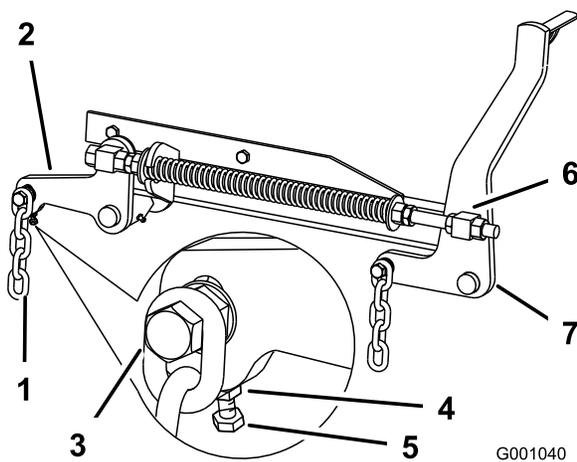

Bild 77
7. Wenn die Werte an den Stellen **B** oder **C** falsch sind, lösen Sie die Schraube, mit der die hintere Kette am hinteren Stützarm befestigt ist (Bild 77).
8. Lösen Sie die Klemmutter unter dem hinteren Stützarm und stellen Sie die Einstellschraube so ein, dass Sie einen Wert von 79 bis 83 mm erhalten (Bild 77).
7. Lösen Sie die Klemmutter der vorderen Drehzapfen, vorne am rechten und linken Drehzapfen, um ungefähr 13 mm (Bild 77).
8. Stellen Sie die Hubmutter auf der linken und rechten Seite der Maschine ein, um einen Wert zu erzielen, der vorne an Stelle **A** um 6 bis 10 mm niedriger ist als hinten an Stelle **B** (Bild 77).